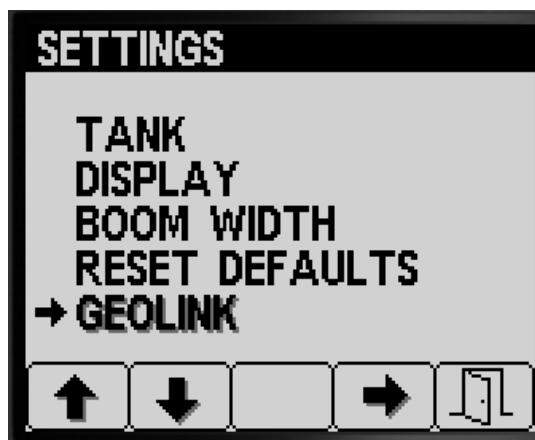

図 36
1. 設定画面からボタン 1 または 2 を何度か押して GEOLINK を選択する 図 36。
2. ボタン 4 で GeoLink 画面に入る 図 36。